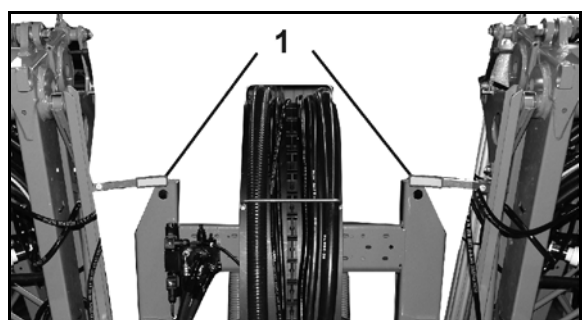

Fig. 11
- Fig. 11/...
(1) Visuell kontroll av låsing av **Super-S-**bommen